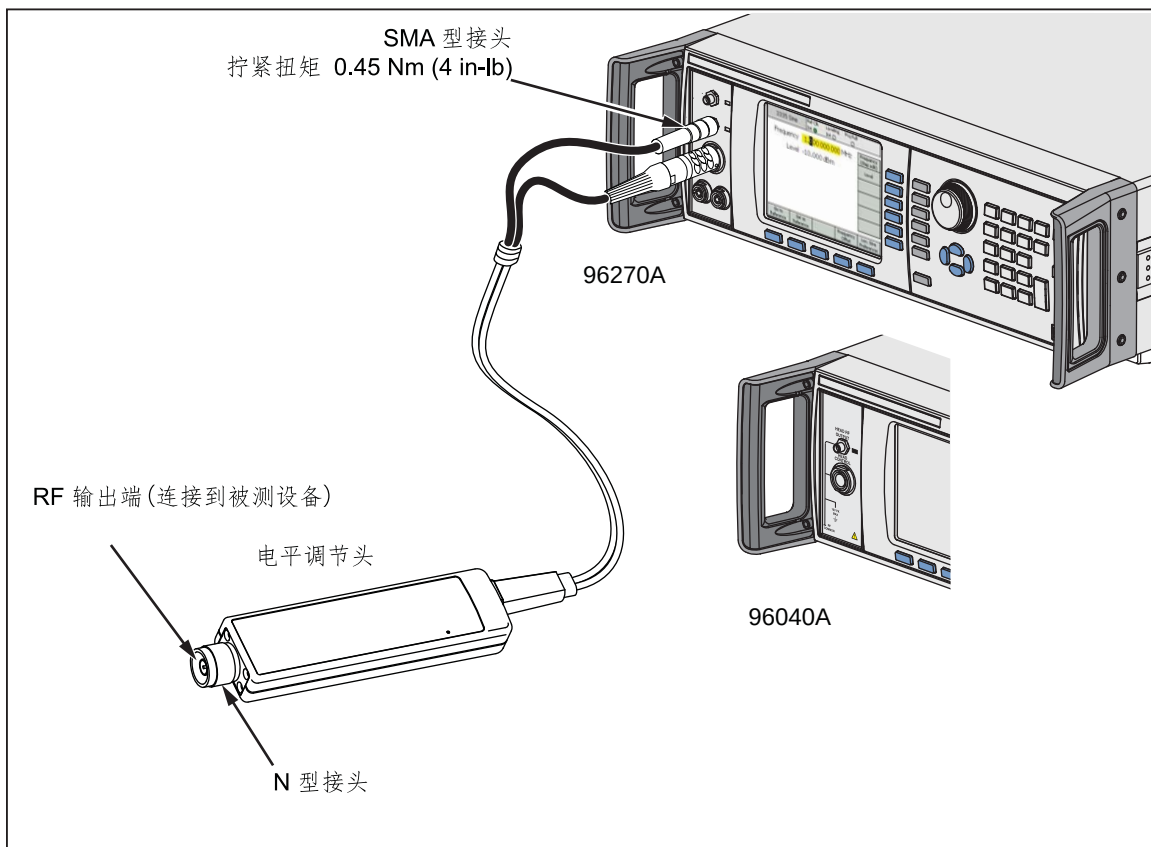

图 3-24.连接电平调节头
2. 请按图 3-24 所示将多路接头连接到仪器的电平调节头控制接头。用力按压多路接头，直到锁住为止。
3. 请按图 3-24 所示将 SMA 型接头连接到仪器的电平调节头 RF 输出接头。